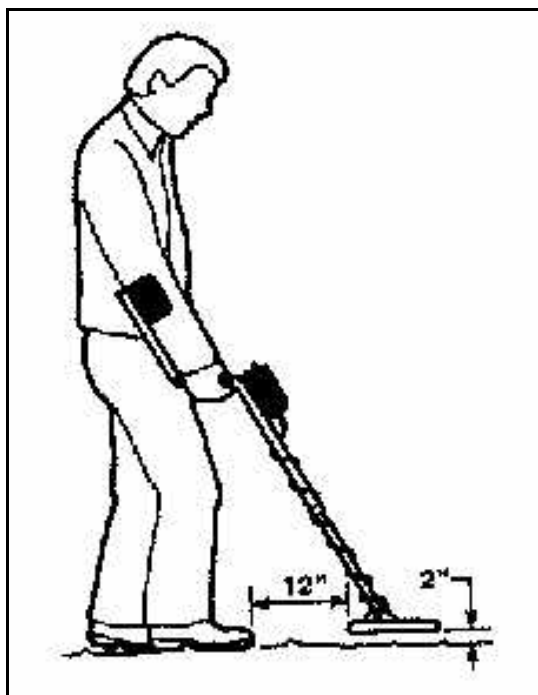

Figura 1 – Posizione corretta per la ricerca
Portare il cercametalli all'esterno in quanto in casa vi sono troppi oggetti metallici che potrebbero falsare la fase di test dell'apparato. Impugnare il cercametalli come mostrato nella figura 1 ed iniziare a muoverlo da sinistra verso destra con un movimento lento e regolare tenendo la bobina di ricerca ad una altezza di circa 2/3 cm rispetto al terreno. Per il rinvenimento di eventuali oggetti è molto importante effettuare una ricerca di tipo sistematico, muovendo la bobina del cercametalli sul terreno e sovrapponendo le aree di ricerca di almeno il 50%. Per fare pratica con l'apparato, effettuare delle prove sotterrando una monetina, un anello od altri oggetti in maniera da potere valutare il tipo di risposta del cercametalli in base al tipo di oggetto rilevato ed alla profondità alla quale si trova.
5. Regolare la lunghezza del gambo in maniera tale da riuscire a sostenere il cercametalli con una certa naturalezza tenendo il braccio allungato come mostrato in figura 1. L'inclinazione della bobina invece deve essere regolata in maniera tale da farla assumere una posizione parallela al terreno durante la fase di ricerca.
9. Assumere la posizione riportata in figura 1, la bobina di ricerca deve trovarsi parallela al terreno ed ad una distanza dal suolo di circa 2/3cm. Muovere la bobina lentamente con movimenti semicircolari da sinistra verso destra e sovrapponendo le zone di ricerca di almeno il 50% in maniera tale da scandagliare completamente la zona di terreno di fronte a voi.